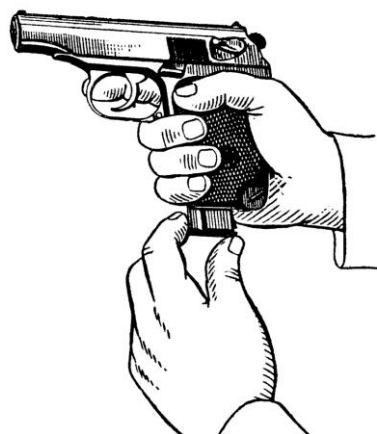

Рис. 3.7. Вставление магазина в основание рукоятки
3. Вставить магазин в основание рукоятки. Удерживая пистолет в правой большим и указательным пальцами левой руки, вставить магазин в основание рукоятки (см. рис. 3.7). Нажать, на крышку магазина большим пальцем так, чтобы защелка (нижний конец боевой пружины) заскочила за выступ на стенке магазина; при этом должен произойти щелчок. *Удары по магазину ладонью не допускаются.*